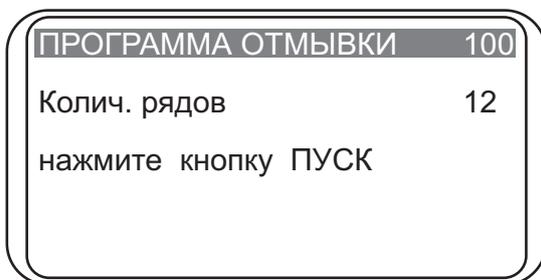

Рис. 5. Установка количества промываемых рядов
- 4.12. Если необходимо промыть меньшее количество рядов, чем 12 на планшете, перед запуском нажмите кнопку **Возврат/Ряд**. Программа отображает надпись (рис. 5).